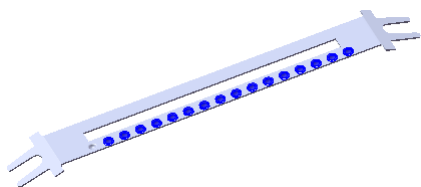
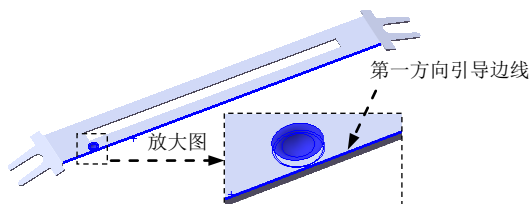

图 15.2.25 阵列 (线性) 1
图 15.2.26 选择阵列引导边线
Step7. 创建图 15.2.25 所示的阵列 (线性) 1。
(1) 选择下拉菜单 **插入(I)** → **阵列/镜向(E)** → **线性阵列(L)...** 命令，系统弹出“线性阵列”对话框。
(2) 定义阵列源特征。单击 **要阵列的特征(F)** 区域中的文本框，选取成形特征 1 作为阵列的源特征。
(3) 定义阵列参数。
① 定义方向 1 的阵列引导边线。选择图 15.2.26 所示的边线为第一方向引导边线。
② 定义方向 1 的参数。在 **方向 1** 区域的 文本框中输入数值 1.9；在 文本框中输入数值 17。